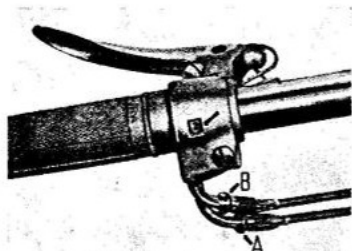

Abb. 83 Stellschrauben des Schaltzuges
2. Dieser Schaltvorgang wird nach entsprechendem Einstellen des Schaltzuges A (siehe Abb. 83) am Drehgriff so oft wiederholt, bis der 2. Gang von der Leerlaufstellung aus sicher einrastet.
4. Hierbei muß der Schaltzug „B“ so eingestellt werden, daß der 2. Gang vom 3. Gang her (beim Zurückschalten) sicher einrastet. (Siehe auch Abb. 83.)